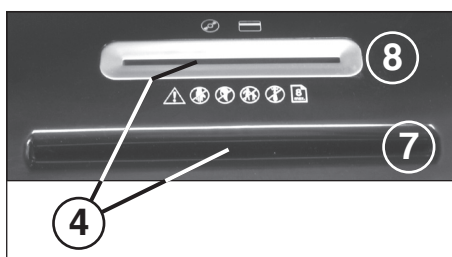

Fig. 2
- 4 = Barrera fotoeléctrica (avance) (Fig. 2)
- 7 = Ranura de alimentación de papel (Fig. 2)
- 8 = Ranura de alimentación de seguridad (Fig. 2)
Introduzca papel por la ranura de alimentación de papel (7) (Fig. 2) al mecanismo de corte. Introduzca los soportes de datos (CD, DVD o tarjeta de crédito), uno a uno, por la ranura de alimentación de seguridad, dispuesta separadamente, (8) (Fig. 2) al mecanismo de corte. El aparato se conecta automáticamente a la marcha de avance, mete el material y se desconecta automáticamente después de haber finalizado la etapa de desmenuzamiento.